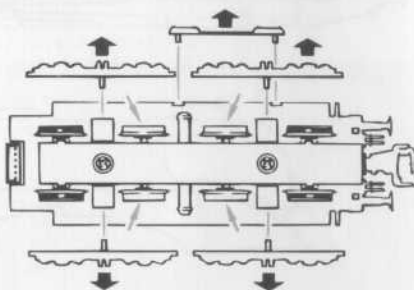

Fig. 11
1. Reinigung der Radstromkontakte: Radstromkontakte können auf unsaubere Schienen leicht verschmutzen. Bitte **entfernen Sie vorsichtig** mit einem kleinen Pinsel den **Schmutz** an den in Fig. 11 gekennzeichneten Stellen. Bitte nehmen Sie zuerst das Lokgehäuse bzw. das Tendergehäuse ab (Fig. 7, Fig. 8).
1. Cleaning of wheel contacts: Wheel contacts easily get dirty on tracks which are not entirely clean. Use a small brush to **remove dirt** from spots marked in fig. 11. First remove loco body and the tender body (fig. 7, Fig. 8).
1. Nettoyage des lames de contact aux roues: Les lames de contact risquent de s'encrasser rapidement sur des voies poussiéreuses. Veuillez **enlever la poussière** aux endroits marqués à la fig. 11 à l'aide d'un petit pinceau. Veuillez démonter d'abord la caisse de votre locomotive et la caisse du tender (fig. 7, fig. 8).